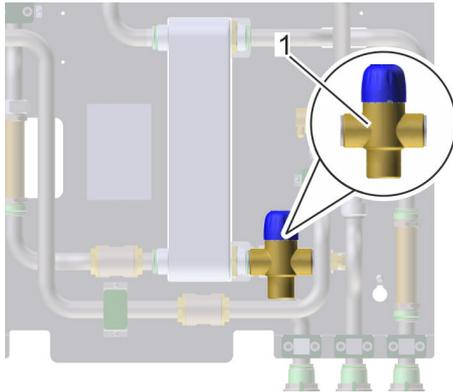

Abb. 73: Thermisches Mischventil
2. → Um die Temperatur zu erhöhen oder verringern, das Mischventil am Einstellgriff (Abb. 73/1) langsam in die entsprechende Richtung drehen, bis die Warmwassertemperatur leicht unterschritten wird.